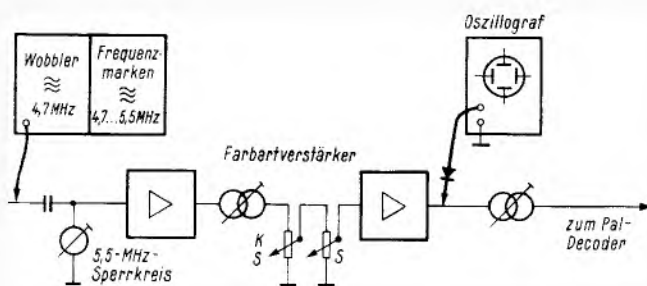

Bild 112. Meßanordnung bei Abgleich des Farbarteverstärkers
- Anschluß des Wobblers an den Eingang des Farbarteverstärkers, Frequenzbereich 3...7 MHz (Bild 112).